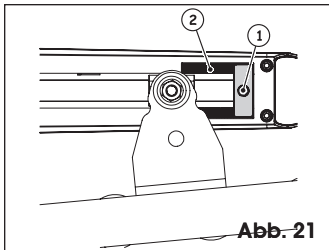

Abb. 21
3. Die Befestigungsschraube (Abb. 21, Bez. ①) aufschrauben, aber nicht komplett entfernen.
Der mechanische Anschlag arbeitet gekoppelt mit einem Zahnsegment (Abb. 21 Bez. ②). Bei Behinderungen während der Bewegung sicherstellen, dass die Kupplung frei ist. KEINE GEWALT ANWENDEN.